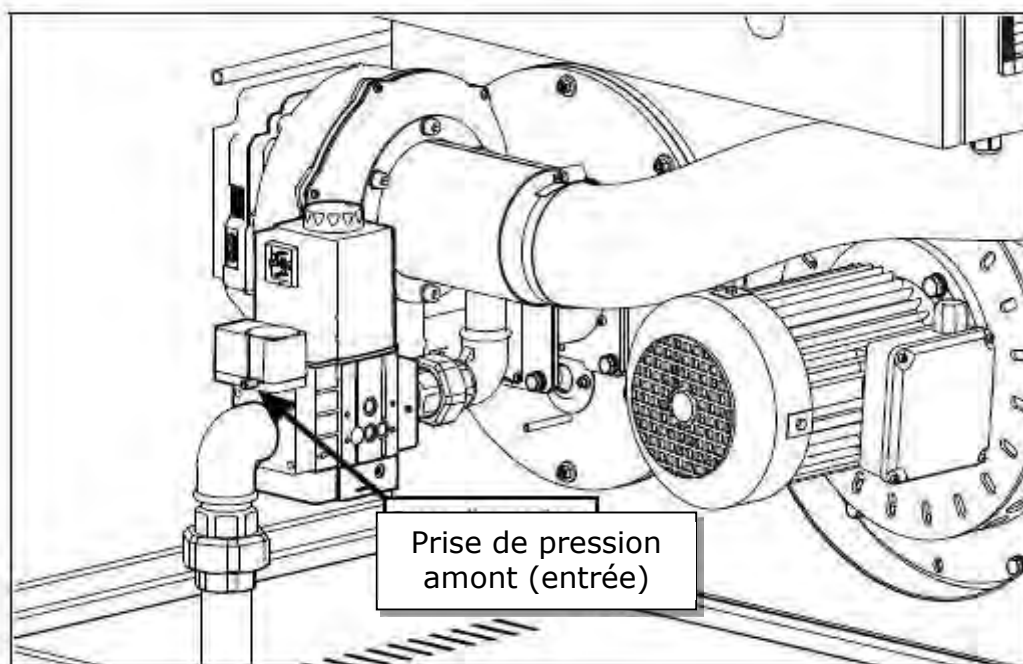

Fig. 46
- 7) Vérifier la présence de gaz en faisant une mesure statique, brûleur éteint, à l'entrée de l'électrovanne gaz (Fig.46 pour modèle HE et Fig 46a pour modèle HE JR).